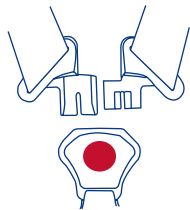
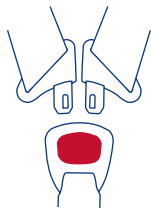

Fig. 36-1
Fig. 36-2
- Tipo A: Ponga las dos lenguas de la hebilla juntas, sobreponiendo la lengua izquierda sobre la derecha é insertando las dos juntas en la hebilla del arnés sobre el tirante de la entrepierna (Fig. 36-1). Tipo B: Inserte cada lengua de la hebilla en el broche del arnés (Fig. 36-2).